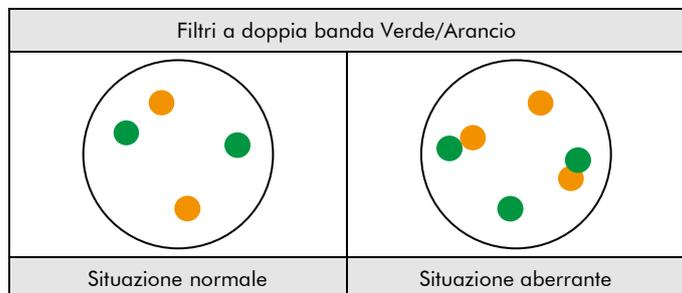

Fig. 2: Risultati attesi in situazione normale e aberrante
**Situazione normale:** nelle interfasi di cellule normali o cellule senza una traslocazione che coinvolge le rispettive regioni geniche, si vedono due segnali separati verdi e due arancioni (vedere Fig. 2).
**Situazione aberrante:** Una fusione è indicata da un segnale separato arancione, un segnale separato verde e due segnali di fusione arancione/verde (vedere Fig. 2).